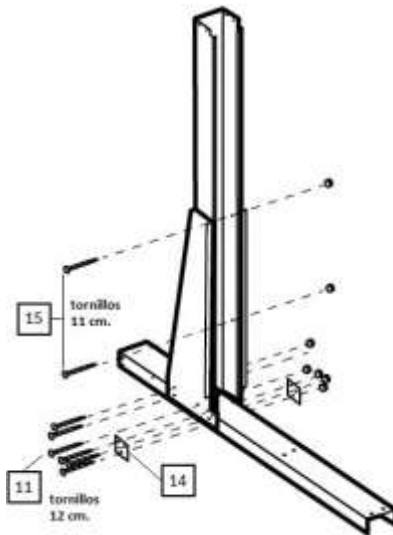

fig. 6
D) Todos los orificios deben de estar igualados para colocar los tornillos 8 mm x12 cm y 8 mm de tuerca (11) asegúrese que el refuerzo (14) está colocado en ambos lados del conjunto. Utilizar los tornillos 8 mm x11 cm y 8 mm de tuerca (15) para sujetar la parte superior de las placas de refuerzos de las columnas (12)(13), fig. 6.